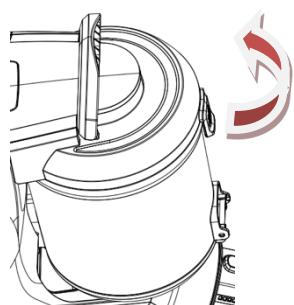

Fig.12
3) Come in fig.12, ruotare il coperchio HEPA per separarlo dal coperchio